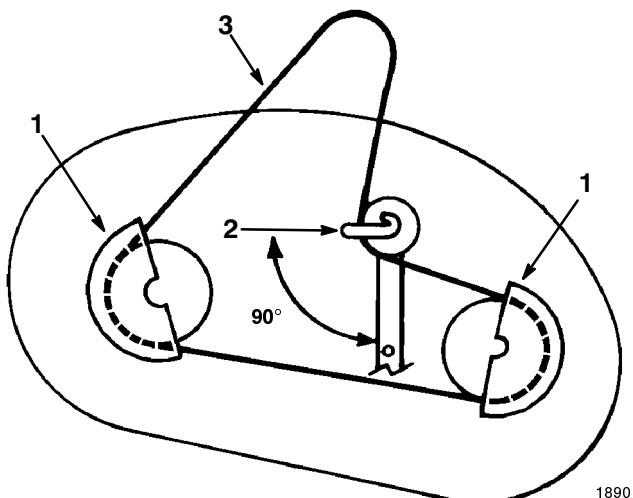

Bild 49
2. Entfernen Sie die Halteschrauben der Riemenabdeckungen und die Riemenabdeckungen von beiden Schnittmesser-Riemscheiben (Bild 49).
3. Lockern Sie die Schraube und die Mutter, mit denen die Spannscheibe und die Riemenführung befestigt sind, entfernen diese aber nicht (Bild 49).
2. Richten Sie die Riemenführung der Spannscheibe so aus, dass sie 90° nach links zum Spannscheibenarm zeigt (Bild 49). Ziehen Sie die Halteschraube und die Sicherungsmutter an, um die Spannscheibe und die Riemenführung abzusichern.
3. Bringen Sie die linke und rechte Riemscheiben-Abdeckung mit Halteschrauben an (Bild 49).